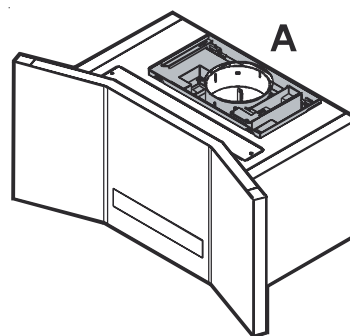

Рис. 1
- В этом режиме дым выводится наружу через **вытяжной шланг**, который должен подключаться к соединительному фланцу **А**. **Рис. 1.**